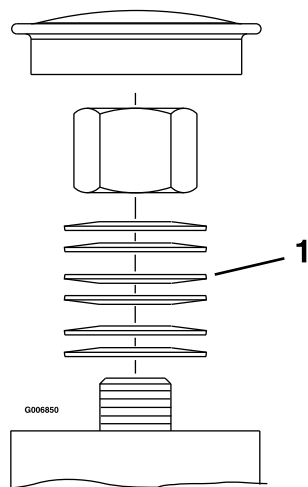

Figura 55
3. Rimuovete il coperchietto antipolvere dalla rotella orientabile e serrate il dado di bloccaggio fino a quando le rondelle elastiche non sono piane, poi allentate nuovamente di 1/4 di giro per impostare correttamente il precarico sui cuscinetti (Figura 54 e Figura 55).
Importante: Verificate che le rondelle elastiche siano correttamente montate, come riportato nella Figura 54 e nella Figura 55.